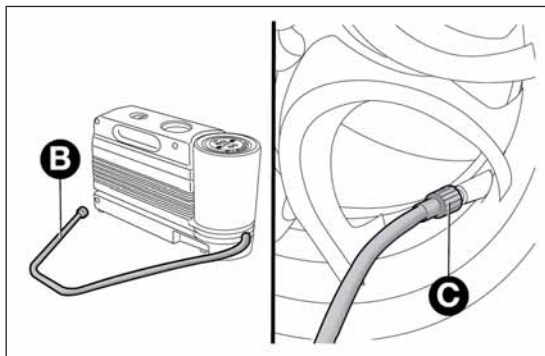

fig. 128
- aziona il freno a mano, svita il cappuccio dalla valvola del pneumatico, estrai il tubo flessibile di riempimento A fig. 128 ed avvita la ghiera B sulla valvola del pneumatico;